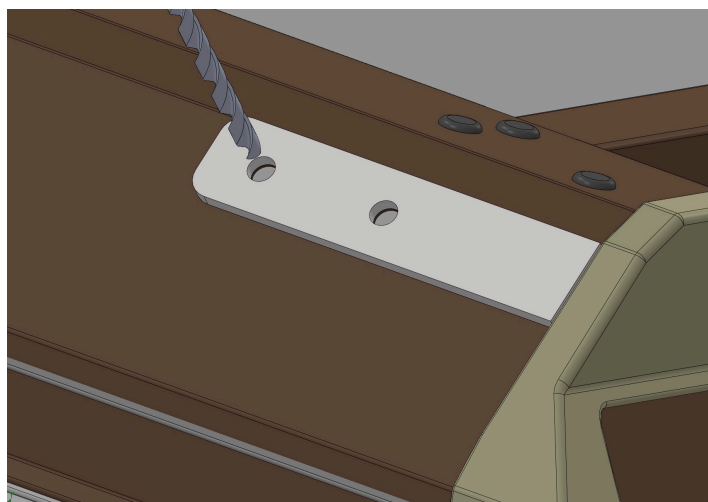
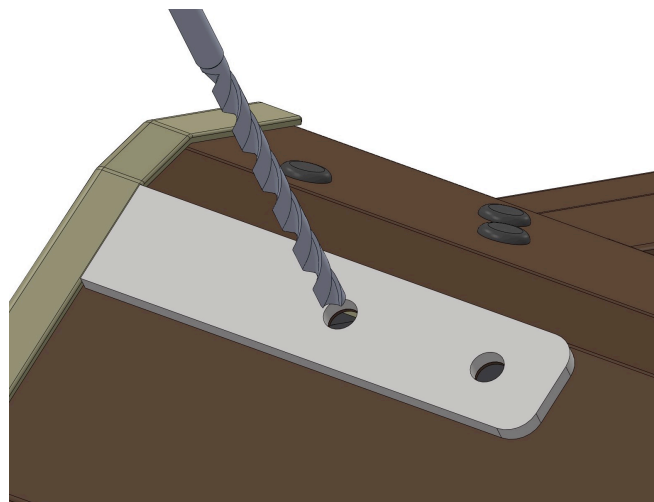

Fig.2
Fig. 3
- 2) Personalizar um modelo [h] até ao bordo da folha superior (transversal) do revestimento da janela (fig.2). Em seguida, faça 2 furos com uma broca Ø 6. Vire o modelo e repita no canto oposto (Fig.3)